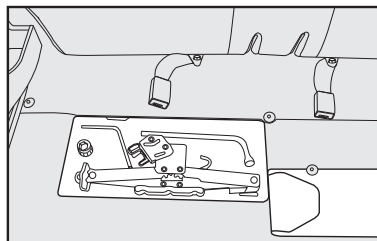

fig. 11
- Soltar as ferramentas e remover o macaco **fig. 11**, puxando-o de sua sede;